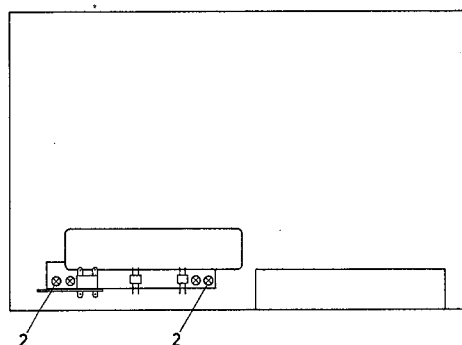

Fig.2
5. Önskar man borttaga kretskort lamppanel, 55 20171-01, borttages de båda skruvarna (2) fig. 2.